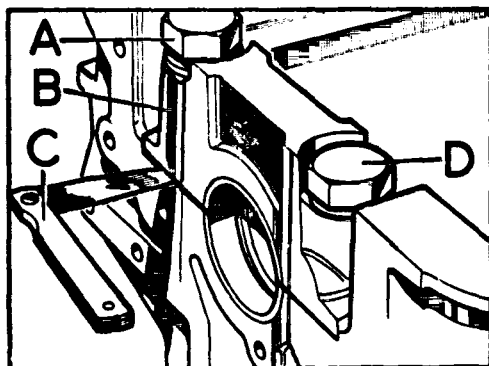

Fig. A1-112 Comprobación de la separación entre la tapa y el bloque (presión de ajuste)
- 1.7. Cuando la prueba anterior haya sido satisfactoria, se instalarán los semicojinetes y se repetirá la comprobación, debiendo quedar en este caso una separación de 0,10 a 0,15 mm. entre la superficie de apoyo de las tapas y la del bloque, medición que se hará con galgas calibradas, C (Fig. A1-112).